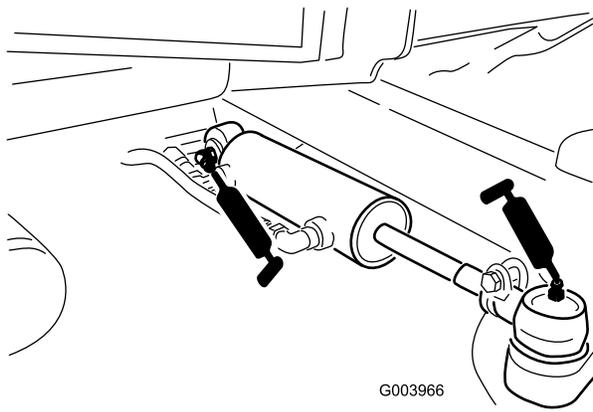

Figura 52
- Giunti a sfera (2) del cilindro di sterzo (Figura 52)